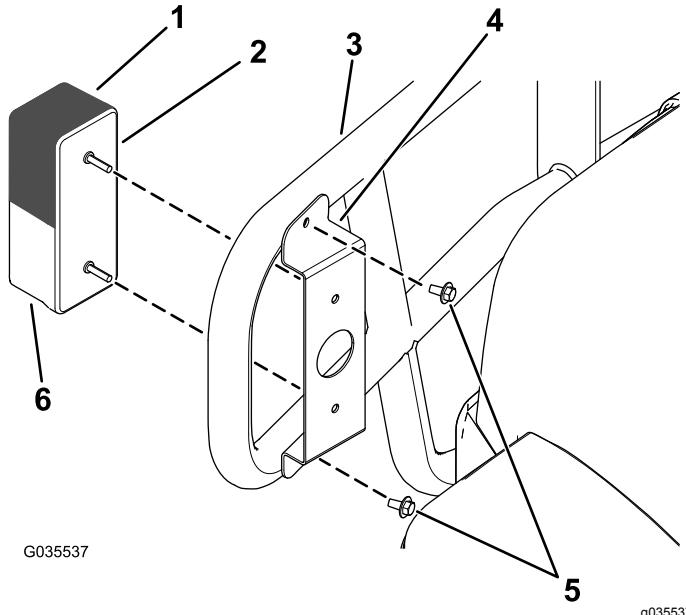

图3
- 如图3 所示使用前支架和先前卸下的 2 个自攻螺丝 1/4 x 1/2 英寸将前位置/信号灯安装到钢丝刷保护器。
**注意** 确保将琥珀色玻璃信号灯置于透明玻璃位置灯的顶部图3。